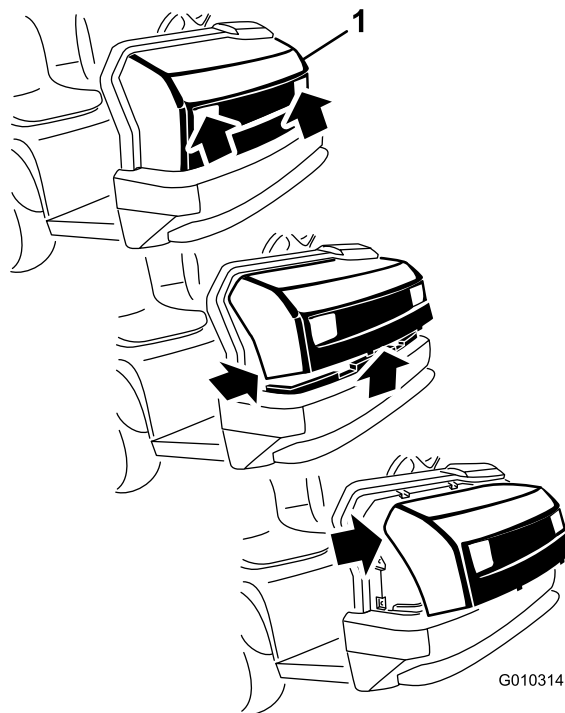

Figura 27
1. Sujete el capó por los orificios de los faros y levántelo para poder liberar las pestañas de montaje inferiores de las ranuras del bastidor (Figura 27).
2. Gire hacia arriba la parte inferior del capó hasta que pueda retirar las pestañas de montaje superiores de las ranuras del bastidor (Figura 27).
3. Gire hacia adelante la parte superior del capó y desenchufe los conectores de los cables de los faros (Figura 27).
2. Introduzca las pestañas de montaje superiores en las ranuras del bastidor (Figura 27).
3. Introduzca las pestañas de montaje inferiores en las ranuras del bastidor (Figura 27).